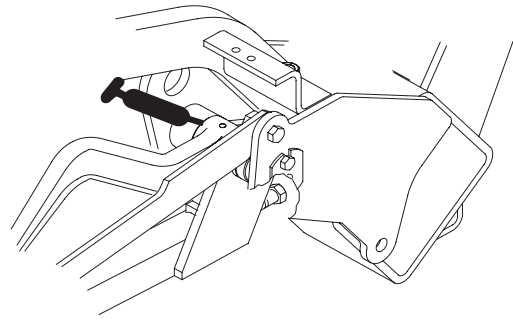

Figure 43
- Bras de relevage (3) (Fig. 43)